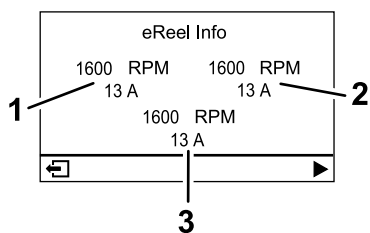

Figura 19
- **Schermata delle informazioni del motore eReel** (Figura 19): mostra la velocità e la corrente di ciascun motore degli apparati di taglio.